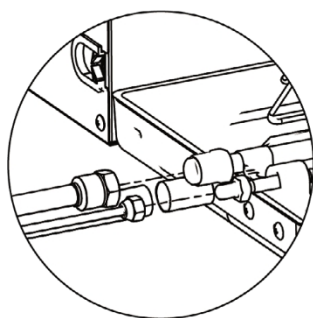

Fig. 16
- 2 Oriente la parte acampanada del tubo de cobre hacia el centro del racor roscado. Apriete firmemente la tuerca acampanada con la mano; véase la fig. 16 (Asegúrese de que el tubo interior esté correctamente conectado. Si el centro no está bien situado, no se podrá apretar la tuerca acampanada correctamente. La rosca de la tuerca se dañará si se fuerza la tuerca acampanada).